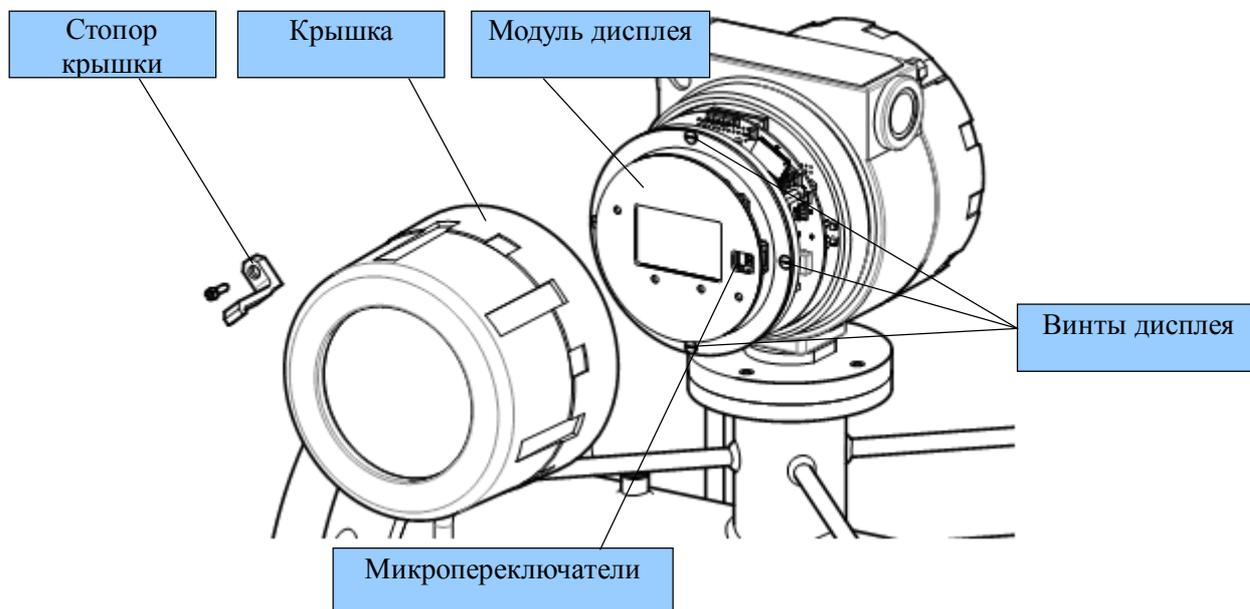

Рисунок 2.2. Компоненты дисплея ДРУ.
1. Снимите стопор крышки, вывернув удерживающий винт (Рисунок 2.2);